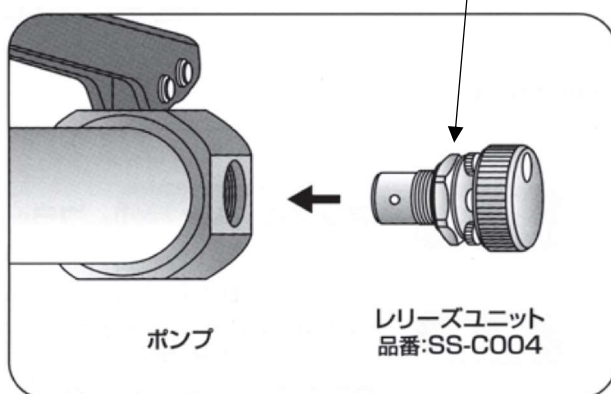

図. D-2
- レリーズロックが操作できなくなった場合は、カートリッジ式のレリーズユニットの単位で交換が可能です。(図. D-2、品番：SS-C004)